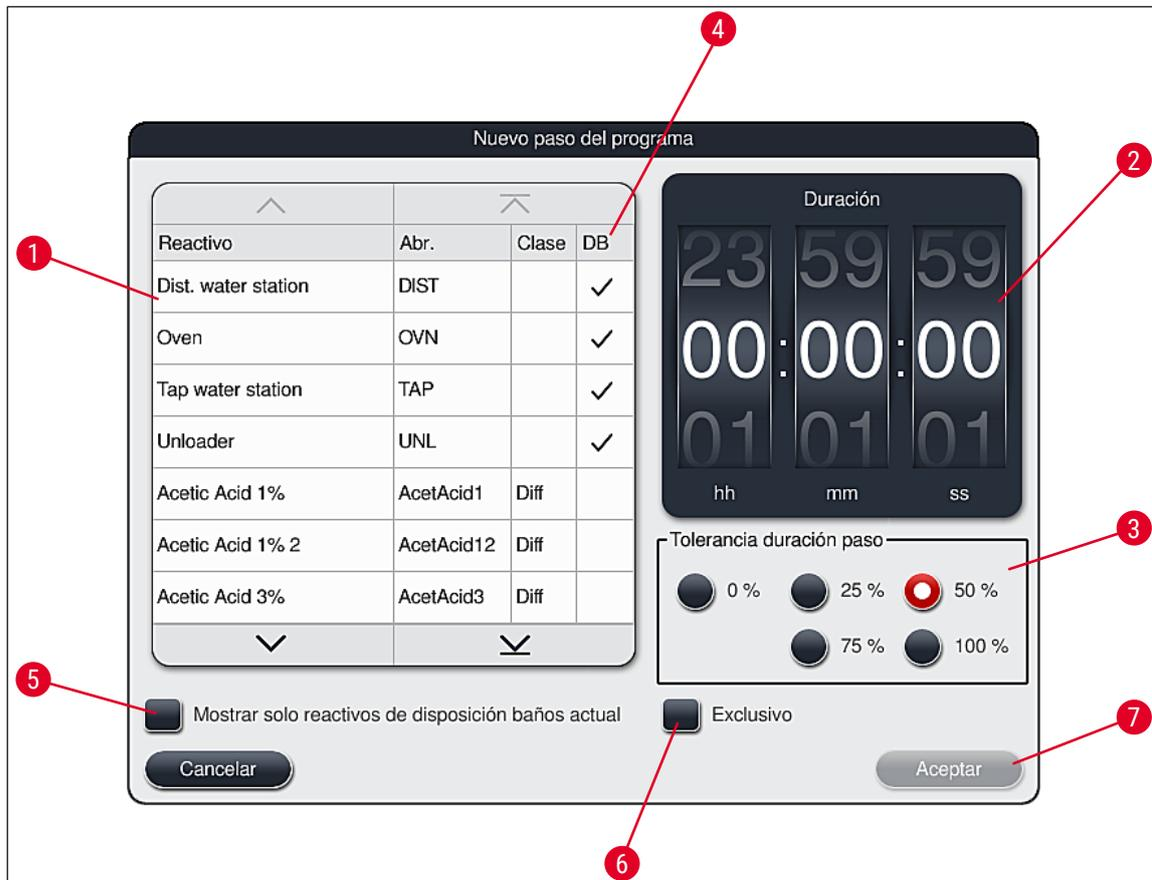

Fig. 46
- Se abre una ventana para definir el paso del programa (→ "Fig. 46").